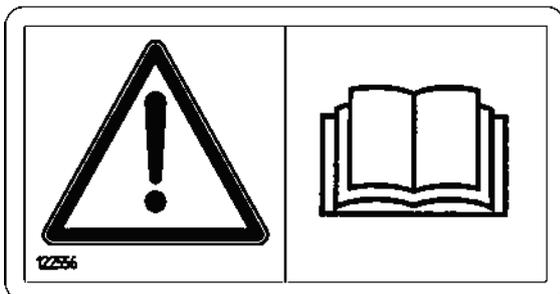

Fig. 28 Leer el manual de instrucciones
**AVISO** El manual de instrucciones y las indicaciones de seguridad se deben leer antes de la puesta en servicio y cumplir durante el uso (Fig. 28).